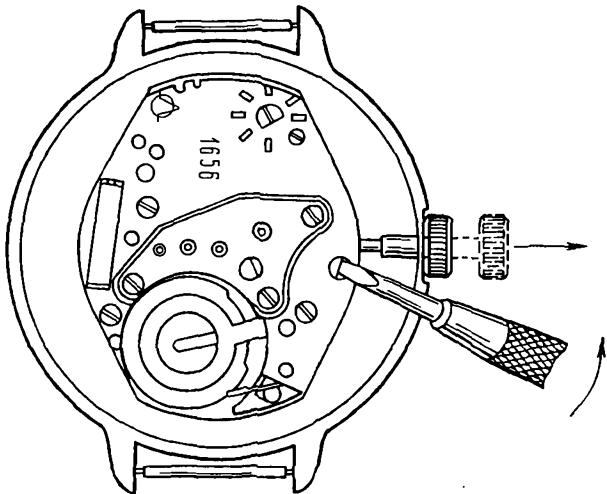

Рис. 48. Извлечение механизма из корпуса
6. Вынуть вал переводной (рис. 48)